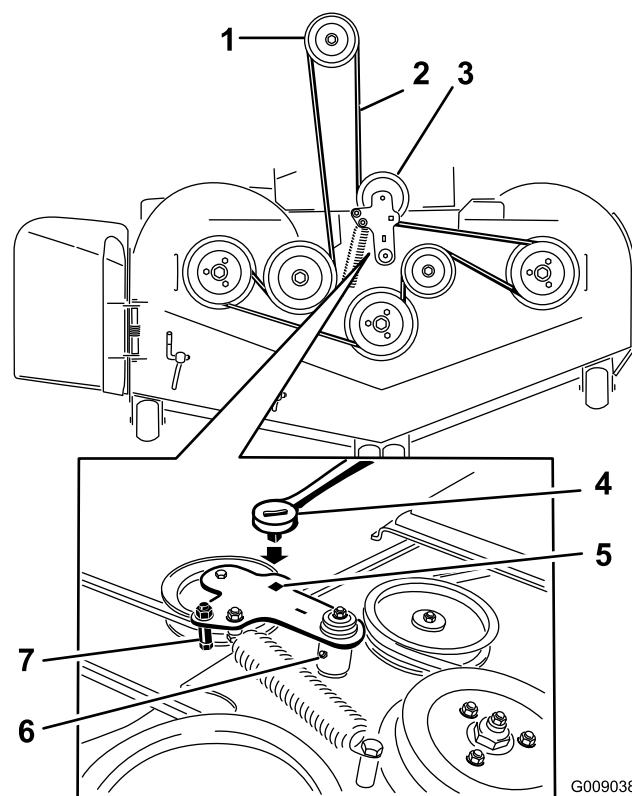

Figura 73
5. Inserite un cricchetto nel foro quadrato del braccio di rinvio per allentare la molla del tenditore (Figura 73).
7. Togliete il guidacinghia dal braccio di rinvio a molla mostrato in Figura 73.
9. Montate la nuova cinghia attorno alle pulegge del tosaerba e alla puleggia della frizione, sotto il motore (Figura 73).
10. Montate il guidacinghia sul braccio di rinvio mostrato in Figura 73.
11. Con il cricchetto nel foro quadrato, montate la molla del tenditore (Figura 73).